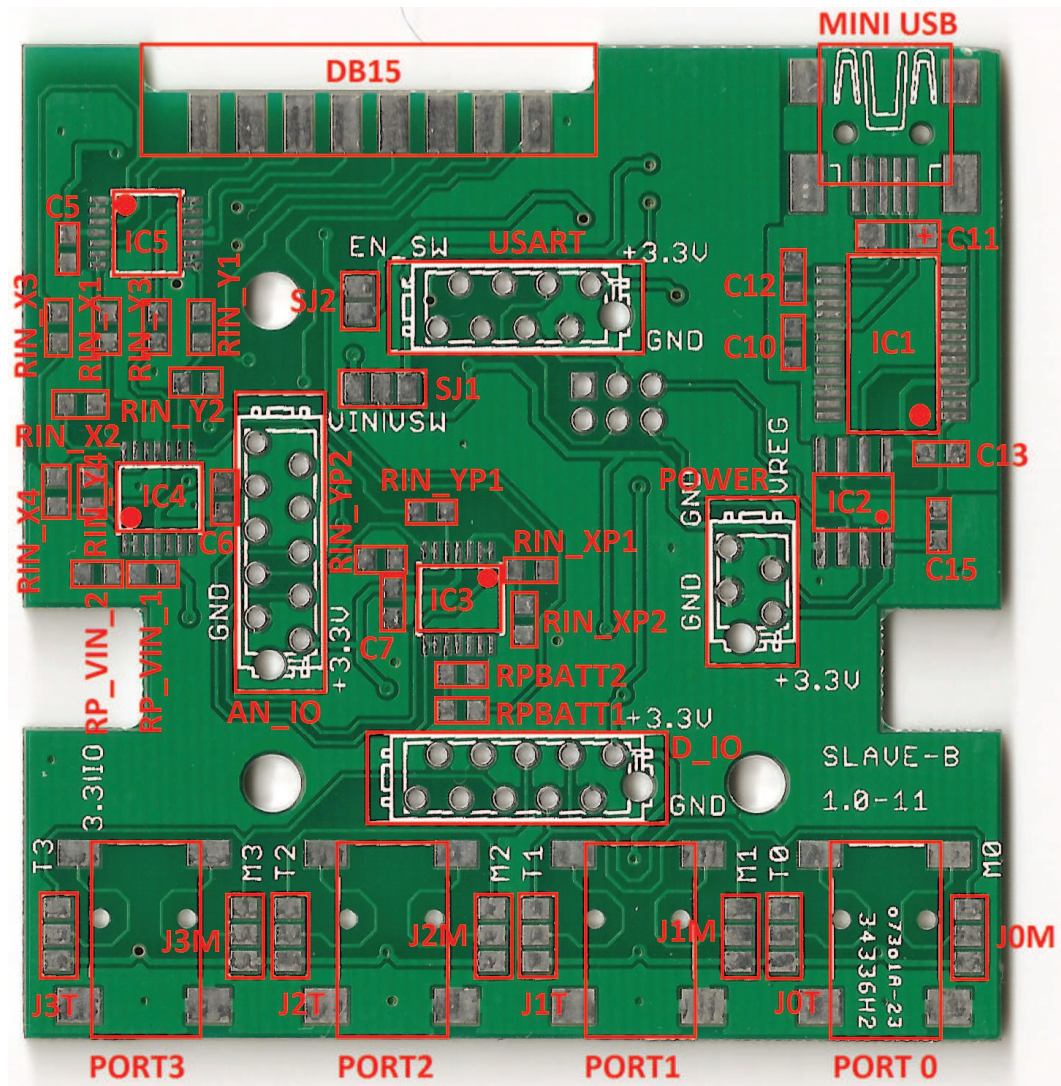

Figura 1.1: Lato A
- Partire dalla realizzazione dello stadio analogico del lato A (Figura 1.1)
In Figura 1.1 si può vedere la disposizione dei componenti sul lato A. Nella Sezione 1.1.1 seguente si raccolgono i riferimenti per il montaggio.
Nella tabella sottostante si raccolgono i vari componenti riferiti al lato A. Per i riferimenti del montaggio vedere la Figura 1.1.